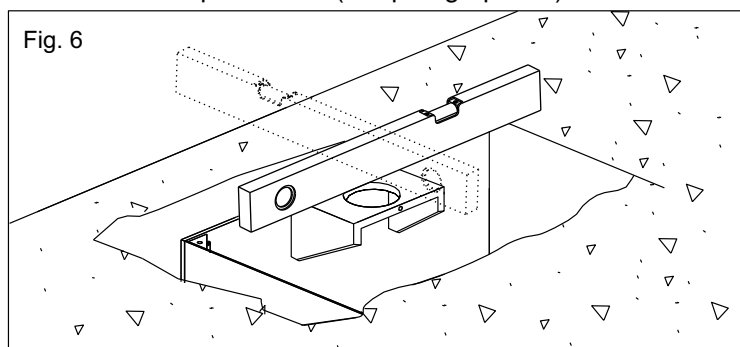
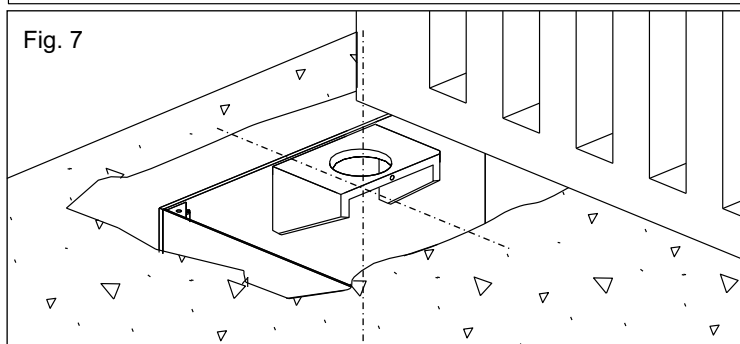

Fig. 6
Fig. 7
2.3. Avant de cimenter la caisse portante, utiliser un niveau pour la rendre parfaitement horizontale sur le sol (Fig. 6) et perpendiculaire à l'axe du portail (Fig. 7).